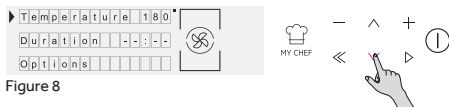

Figure 8
• Appuyer sur EN BAS pour modifier la durée de cuisson. Cela se fait en appuyant sur les boutons PLUS et MOINS lorsque la flèche de l'afficheur se trouve dans la fiche DURÉE. Appuyer sur OK pour lancer la cuisson ou sur RETOUR pour revenir au réglage de la température (Figure 8).